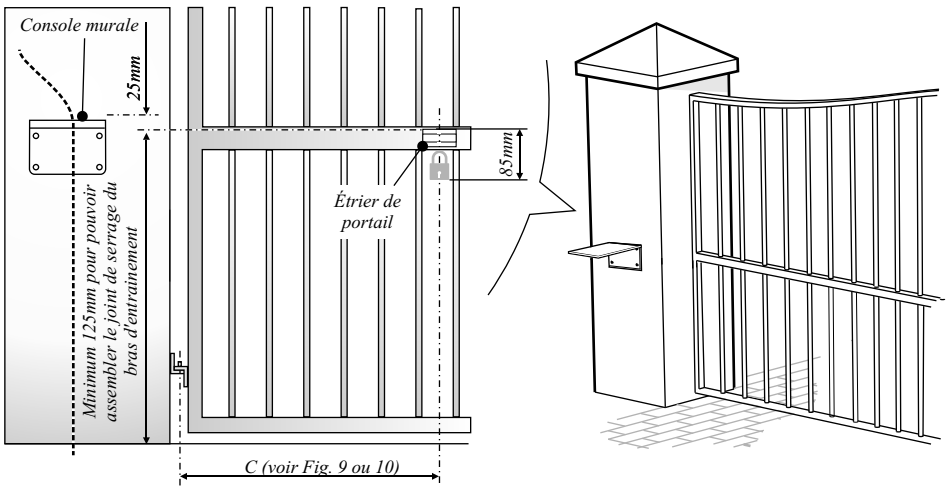

Figure 11 Positionnement de l'étrier de portail
- Déterminez la hauteur verticale du pied ou de la console murale devant se trouver à 25mm au-dessus de l'étrier de portail, comme le montre la Figure 11.
- Dans le cas d'une installation sur pied, préparez un trou carré pour la fondation du pied comme le montre la Figure 11 à l'emplacement pré-déterminé.
- Déterminez la bonne position pour fixer l'étrier de portail selon la longueur "C" de la Fig 11
- Déterminez la hauteur de la console murale au-dessus du sol en tenant compte du dégagement du bras d'entraînement et l'espace nécessaire pour le cadenas. (Voir Fig 11). Une fois son emplacement correctement déterminé, soudez ou vissez l'étrier de portail à l'aide des deux vis M4 fournies. Faites passer les câbles et procédez au montage du moteur.
8. Bétonnez le pied dans sa position en vous assurant qu'il est vertical et que sa hauteur est correcte par rapport à l'étrier de portail tel que le montre la Fig.11. Laissez le béton sécher suffisamment longtemps.